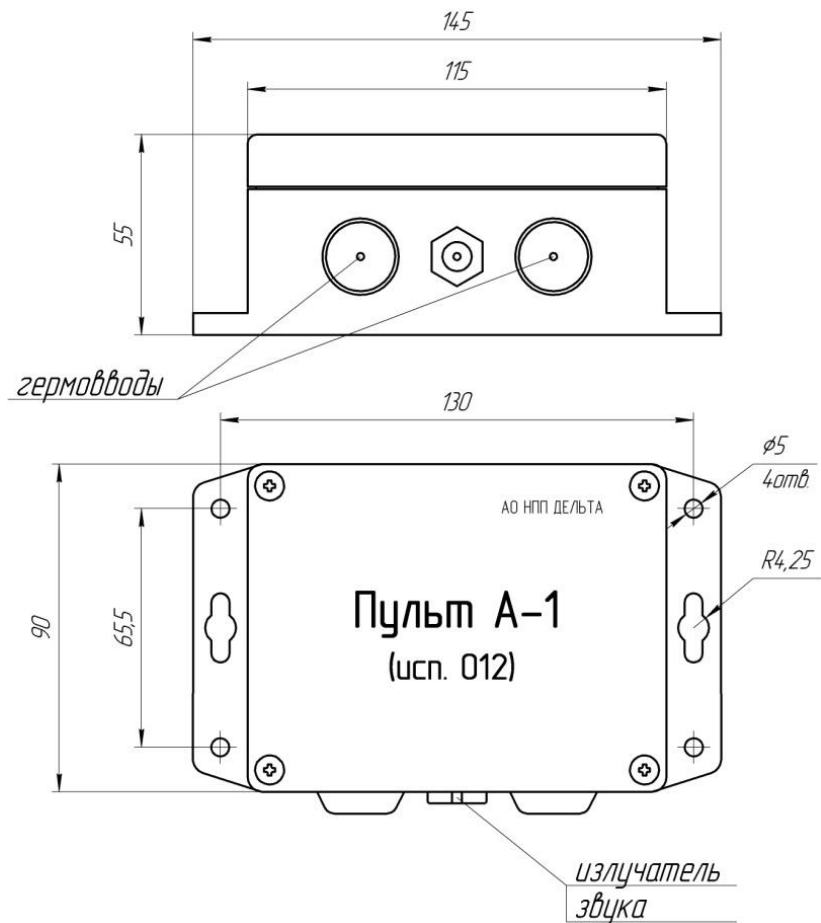

Рис.1 Габаритный чертеж пульта
2.1. Конструктивно пульт выполнен в корпусе из поликарбоната с прозрачной крышкой. Габаритный чертеж пульта приведен на рис.1.